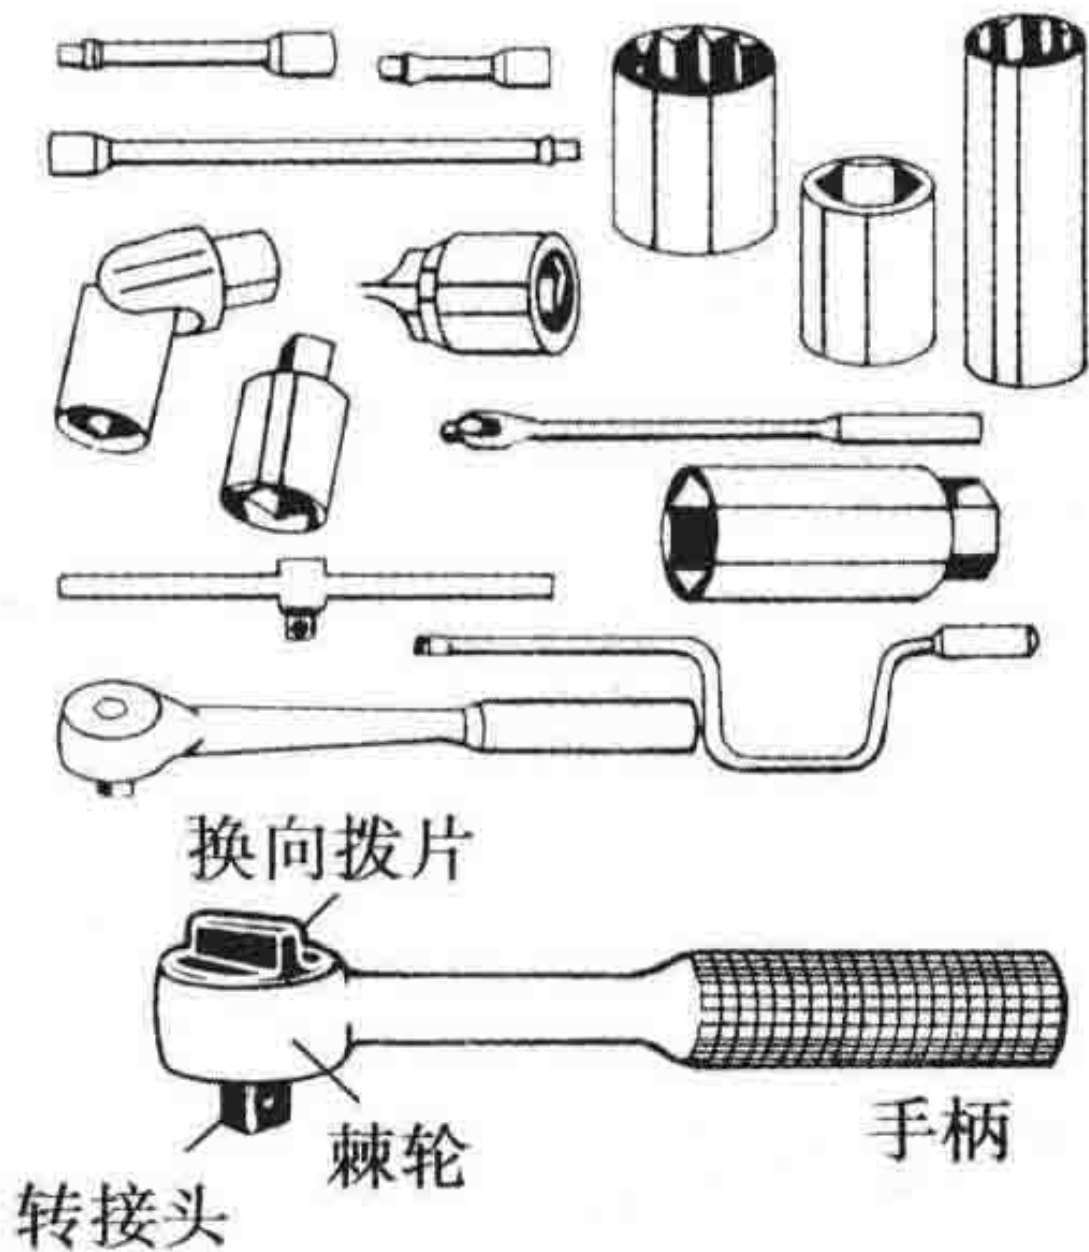

图 1-17 套筒扳手套装 (Klein 产品)
**套筒扳手** 套筒扳手可以用在梅花扳手或开口扳手不方便使用的地方。很容易就能从棘轮上取下套筒换成其他尺寸的。套筒有十二角和六角设计，以确保你对每一个螺母或螺栓帽使用正确的尺寸。套筒扳手也有米制尺寸的。图 1-17 显示了一些套筒、扩展杆、快速摇柄和万向接头，这些配件使得这种套筒扳手几乎在任何场所都能使用。